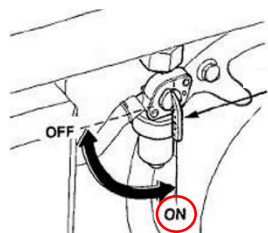

Рис. 5.1
2. Поверните топливный кран в положение "ON" (рис. 5.1).